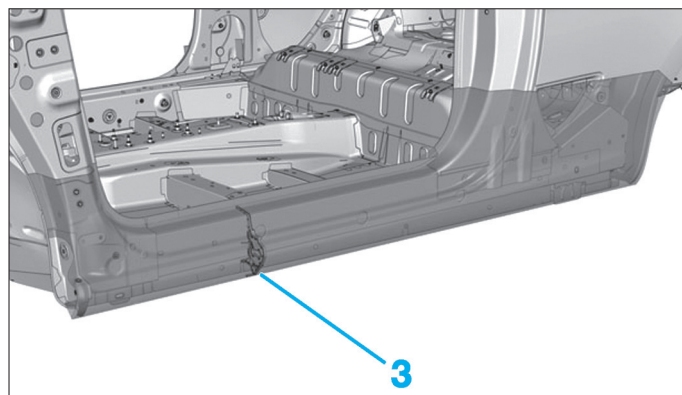

FIG. 94
- Décoller à l'aide d'un pistolet à air chaud le bas de caisse au niveau de l'insert gonflant (3) (Fig.94).